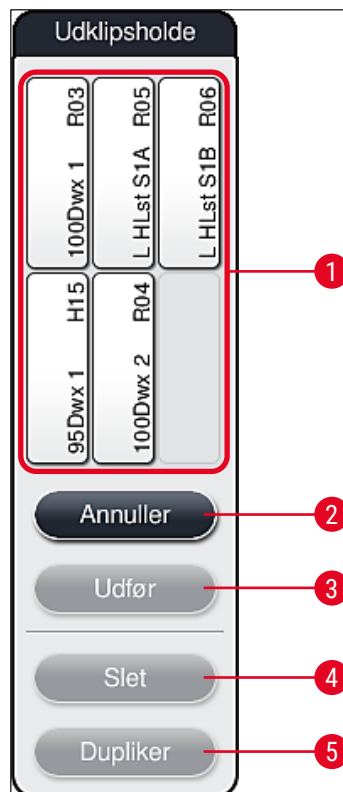

Fig. 64
3. Efter bekræftelsen åbnes **Udklipsholderen** (→ "Fig. 64"), hvortil der kan flyttes op til 6 reagensstationer (→ "Fig. 64-1").